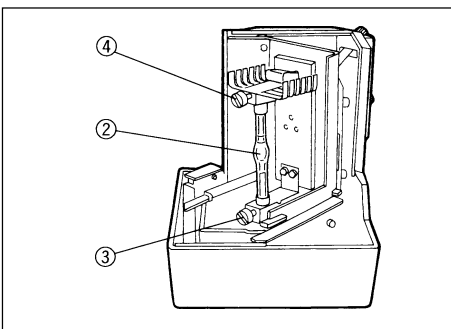

Fig. 2
2. Aflojar los tornillos de fijación de la lámpara ③ y ④ (Fig. 2) y quitar la columna de transporte. (Antes de reemplazar la lámpara, quitar la lámpara usada.)
3. Insertar el polo + de la lámpara de mercurio ② en el terminal + y apretar el tornillo de fijación + ③. A continuación, soltar el tornillo de fijación - ④ (marcado UP). Insertar el polo - de la lámpara en el terminal - y apretar el tornillo de fijación - ④. (Fig. 2)